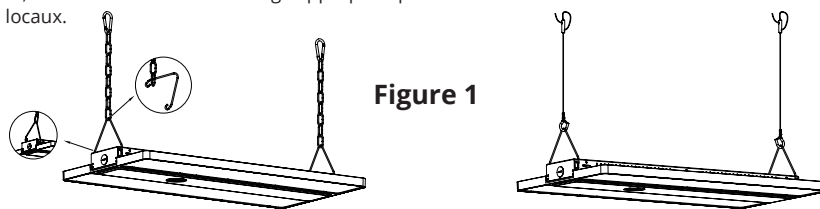

Figure 1
Étape 1. Accrochez la chaîne. (Figure 1)
Étape 2. Attachez la chaîne au luminaire. (Figure 1)
Étape 3. Fixez la chaîne sur le rail, puis ajustez la longueur de la chaîne selon les besoins. (Figure 1)